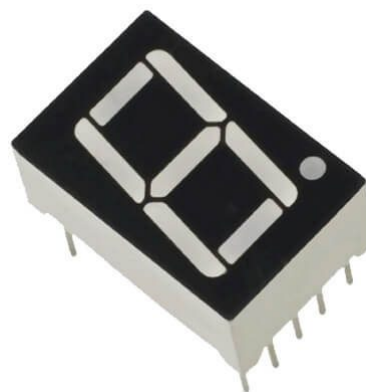
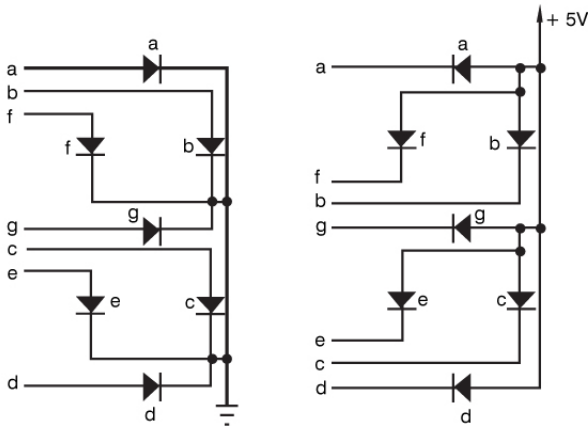

Figura 3. Display de sete segmentos [5].
Figura 4. Diagrama esquemático de duas formas de construção do display de sete segmentos [4].
Outra forma importante e recorrente de codificação é conhecida como BCD para sete segmentos. Nesta codificação é possível mostrar num display de construção simples os 9 dígitos decimais a partir da combinação de *bits binários* na entrada de um decodificador específico conectado ao display. Na figura 3 é possível observar um display de sete segmentos:
Cada um dos sete segmentos do display da figura 3 é, na verdade, um diodo emissor de luz. Na figura 4 é possível ver o diagrama esquemático de duas formas distintas de construção deste display. Na configuração a esquerda observa-se
- 6) Caso não haja um display de sete segmentos, construa uma configuração como a da figura 4 (Com *cátodo comum*) apenas com *led's*.